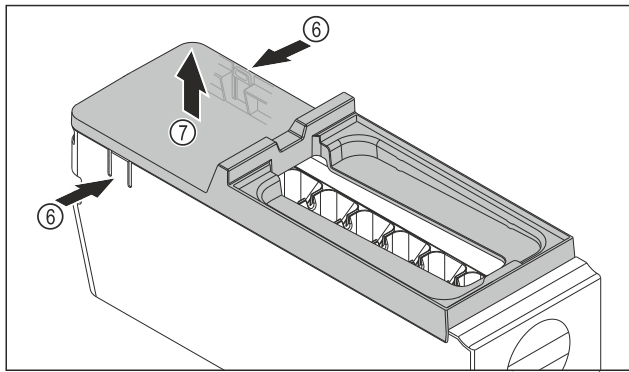

Fig. 92
- ▶ Odstráňte kryt korpusu EasyTwist-Ice: strmene Fig. 92 (6) na oboch stranách korpusu EasyTwist-Ice zatlačte rukou.
- ▶ Kryt Fig. 92 (7) odoberte druhou rukou smerom nahor.